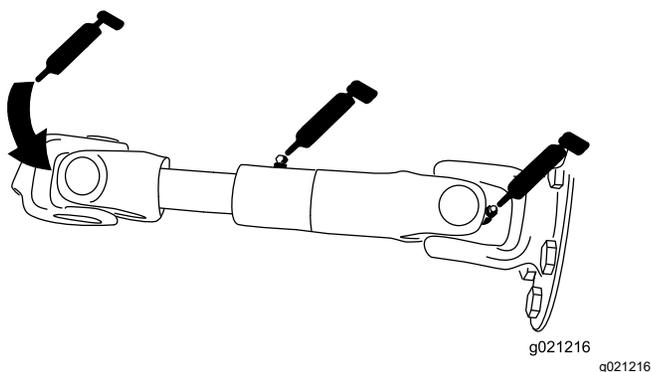

Рисунок 73
- Вал привода насоса (3 шт.) (Рисунок 73)